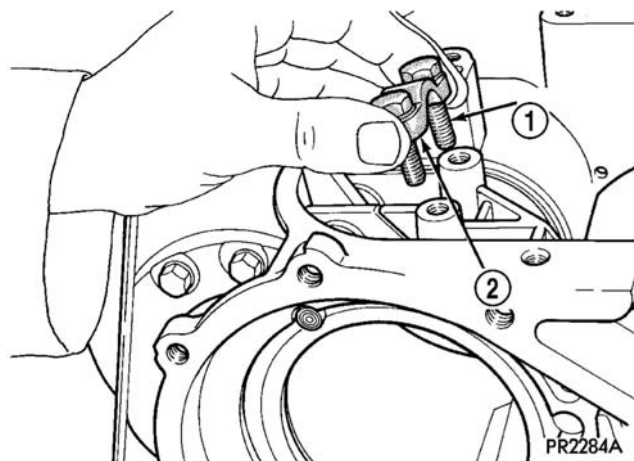
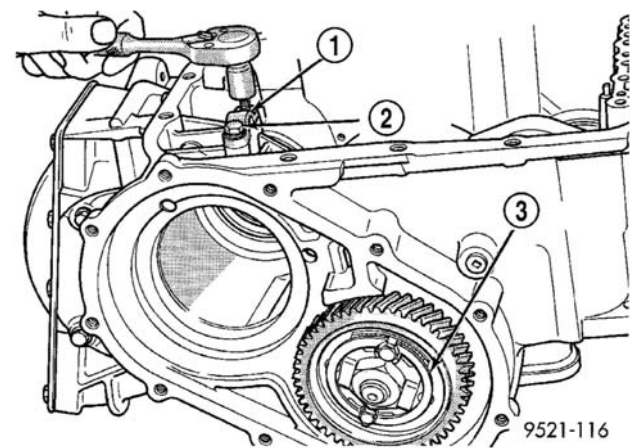

图 76 支座和螺栓
图 77 驻车楔块杆支座
(22) 安装杆支座和螺栓（图 76），拧紧螺栓扭矩为 $28\text{N} \cdot \text{m}$ (250in. lbs.)（图 77）。